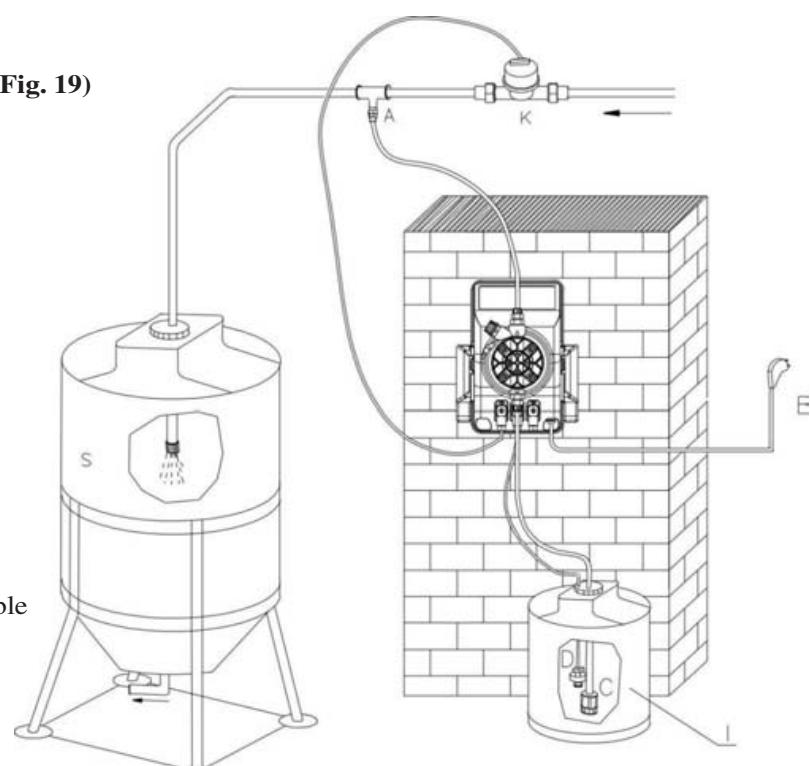

Fig. 19
19.2 - ESQUEMA TIPICO DE INSTALACION (Fig. 19)